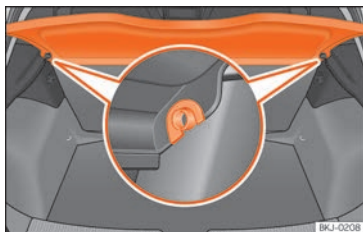

Abb. 117 Im Gepäckraum: Gepäckraumabdeckung aus- und einbauen.
- Drücken Sie die Abdeckung aus den Seitenhalterungen »» Abb. 117 aus, indem Sie diese nach oben ziehen und herausnehmen.
- Führen Sie die Abdeckung horizontal ein, so dass das „Hufeisen“ über den Achsen der Halter »» Abb. 117 liegt und drücken Sie die Abdeckung nach unten, bis sie einrastet.